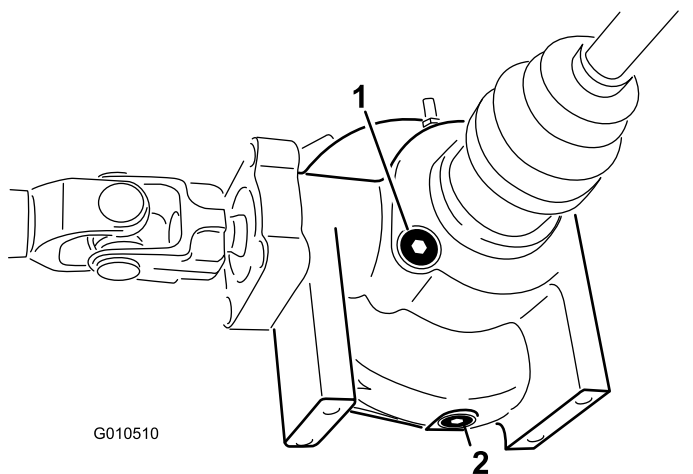

Рисунок 52
2. Очистите область вокруг сливной пробки на боковой стороне дифференциала (Рисунок 52).